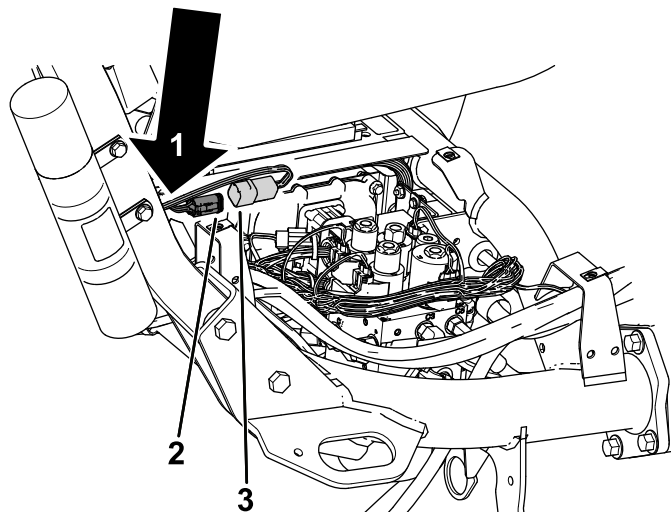

Figura 10
5. Acheminez le faisceau de câblage vers le bas, le long de l'arceau de sécurité et branchez le connecteur du faisceau étiqueté P01 sur le connecteur du faisceau de la machine étiqueté P49 (Figura 10).
6. Fixez le faisceau du dispositif télématique au faisceau principal avec un attache-câble (Figura 10).